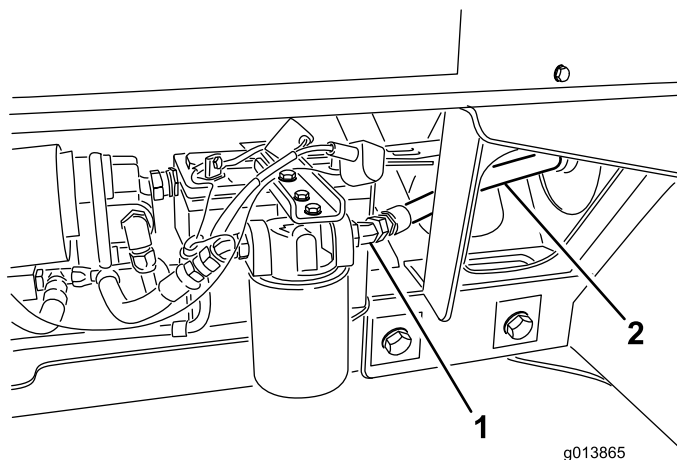

図 11
36. 油圧ホース #3 をフィルタの出口に接続する (図 11)。